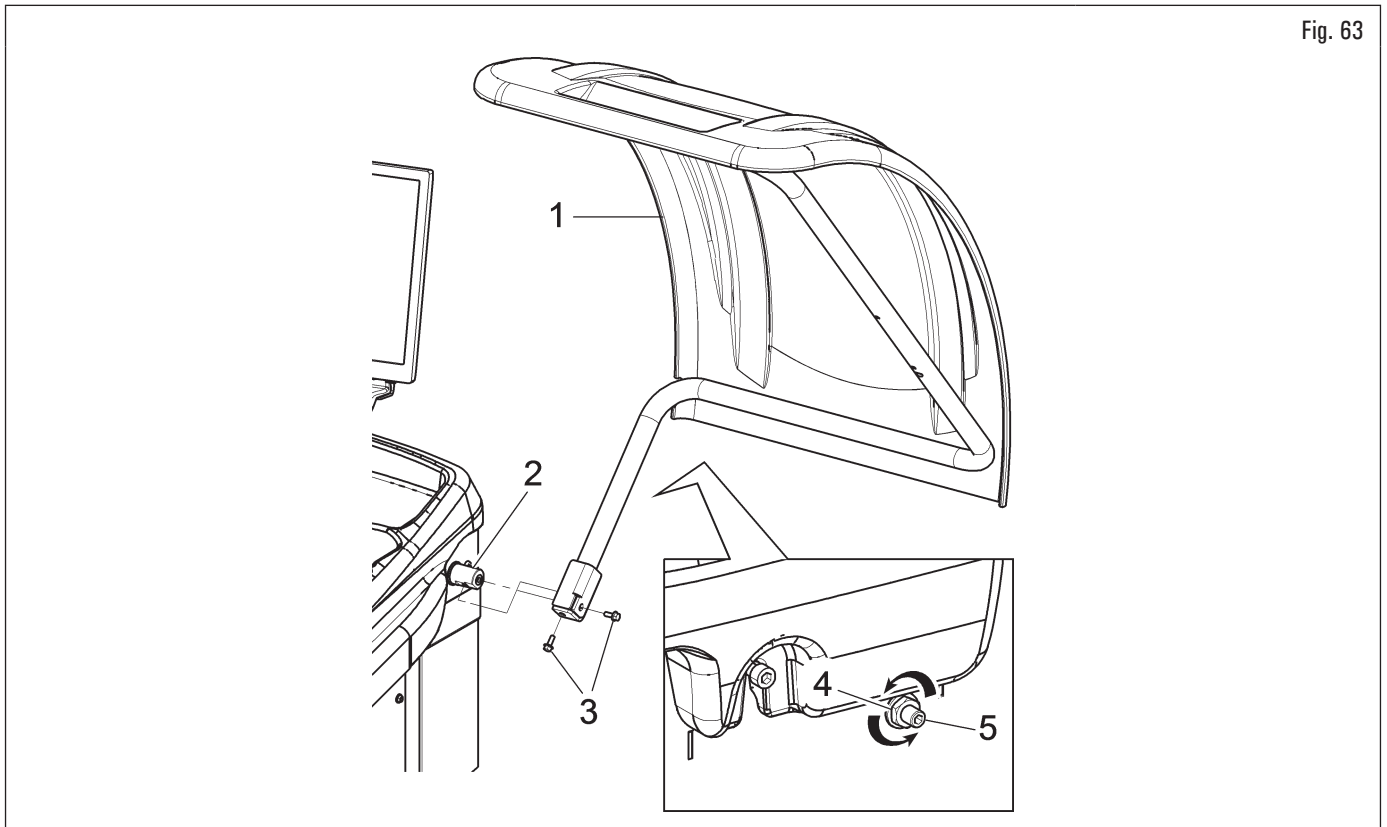

Fig. 63
1. Montare il carter di protezione (Fig. 63 rif. 1) al supporto (Fig. 63 rif. 2) con le viti (Fig. 63 rif. 3);
2. regolare la movimentazione del carter allentando il dado (Fig. 63 rif. 4) e avvitando (aumento frenatura rotazione) o svitando (diminuzione frenatura rotazione) il grano (Fig. 63 rif. 5).